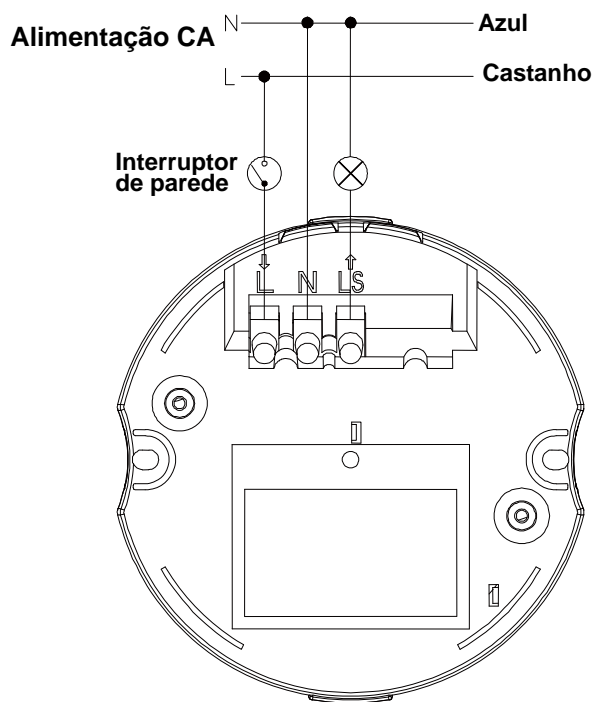

FIGURA 7
- (4) Ligação da alimentação:
- (5) Ligar o condutor castanho (fase) ao borne "L". Ligar o condutor azul (linha de neutro) ao borne "N". (FIGURA 7)